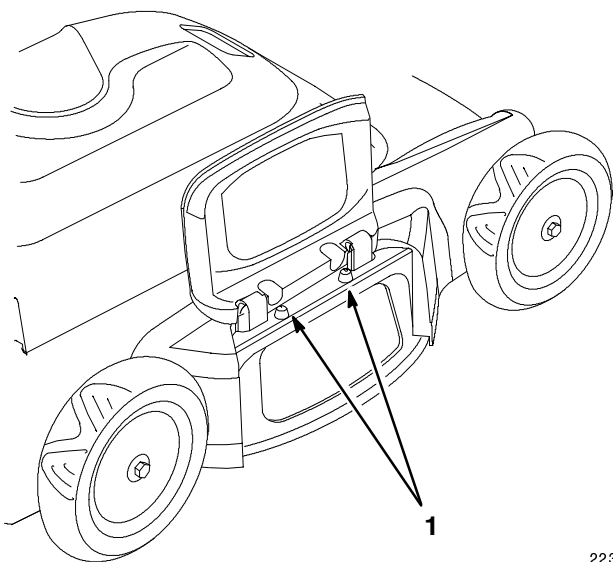

Figure 19
2. Accrocher l'éjecteur latéral sur les chevilles (Fig. 19 et 20).